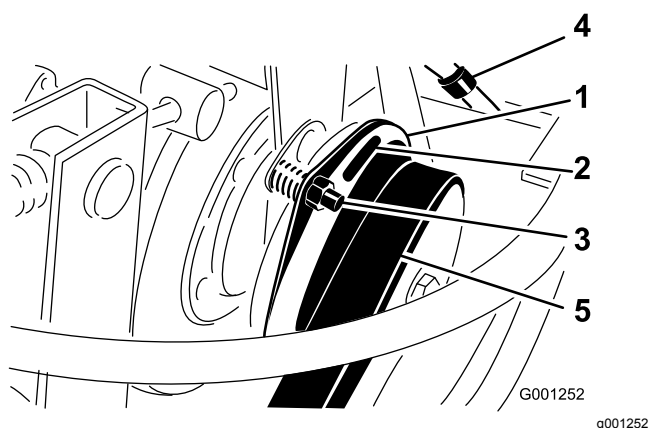

Figure 76
3. Réglez l'entrefer de façon à pouvoir passer une jauge d'épaisseur de 0,4 mm entre la garniture d'embrayage et la plaque de frottement en poussant légèrement (Figure 76).
Remarque: Pour diminuer l'entrefer, tournez l'écrou de réglage dans le sens horaire (Figure 76). L'entrefer ne doit pas dépasser 0,7 mm. Réglez les 3 entrefers.